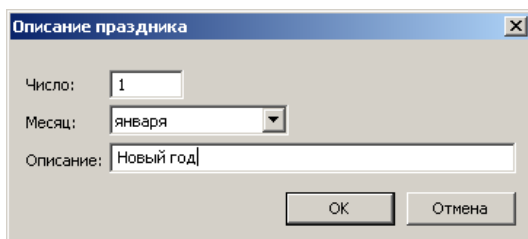

Рис. 2.20 Диалоговое окно «Описание праздника».
- Откроется диалоговое окно «*Описание праздника*» (Рис. 2.20), в котором выберите дату праздника и укажите его название. Нажмите кнопку «OK».